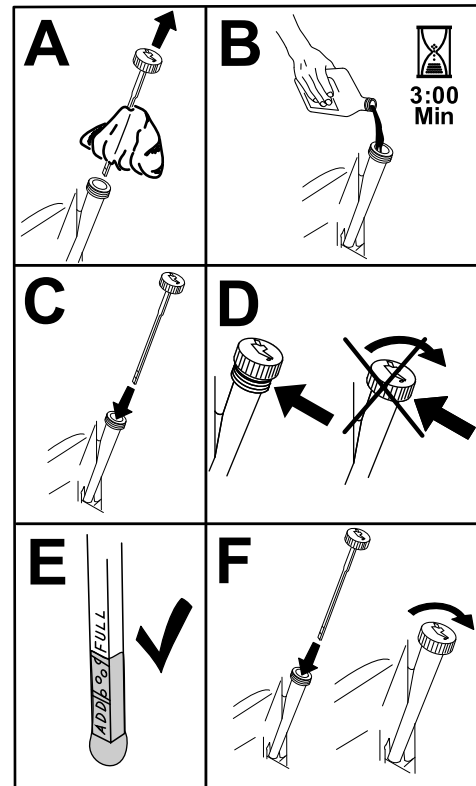

Figura 68
6. Deite cerca de 80% do óleo especificado no tubo de enchimento e adicione lentamente o óleo adicional até chegar à marca Cheio (Figura 68).